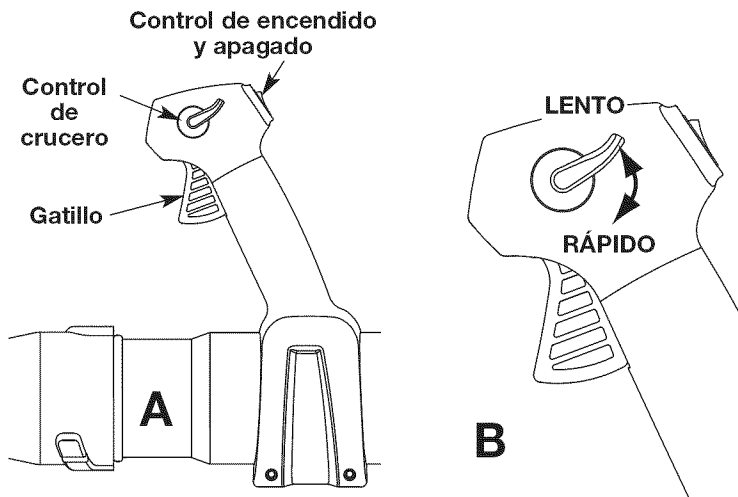

Fig. 16
NOTA: La unidad debe arrancarse en vacío. No oprima el gatillo mientras arranca la unidad (Fig. 16, A).
1. Una vez que el motor haya arrancado y esté caliente, oprima el gatillo para acelerar la unidad según sea necesario (Fig. 16, B).
2. Para períodos de funcionamiento más prolongados y para eliminar la posibilidad de fatiga en el dedo, mueva el control de crucero hacia la posición **RÁPIDO** para aumentar poco a poco o mantener la velocidad del motor de la unidad (Fig. 16, B). Cuando se oprima el control de crucero, el gatillo retrocederá hacia la manija.
3. Para disminuir la velocidad del motor, mueva el control de crucero hacia la posición **LENTO** y el gatillo regresará a la posición de marcha en vacío (Fig. 16, B).
2. Oprima y mantenga oprimido el Control de encendido y apagado en la posición **APAGADO (O)** hasta que el motor se detenga por completo (Fig. 16, A).
- Use el control de crucero (Fig. 16) para mantener el gatillo oprimido mientras esté trabajando para facilitar el funcionamiento continuo.